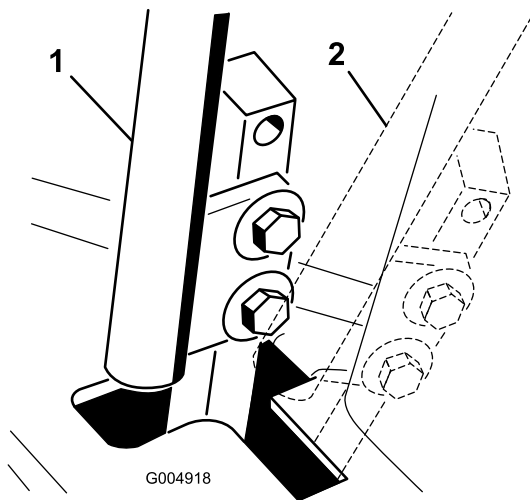

Bild 54
4. Schieben Sie den Schaltbügel in die NEUTRAL-Stellung, jedoch nicht in die **arretierte** Stellung (Bild 54).
6. Prüfen Sie, an welcher Stelle der Schaltbügel relativ zur Kerbe im Armaturenbrett ist (Bild 54).